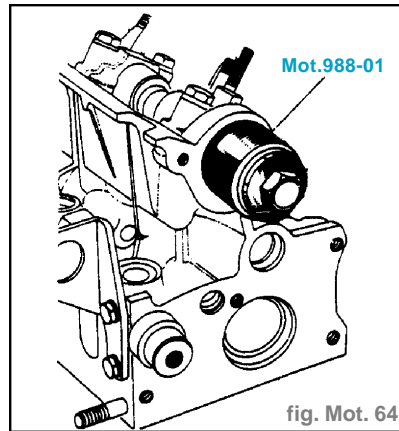

fig. Mot. 64
- Les outils de mise en place des joints sont étudiés pour obtenir un décalage du joint suite à l'usure de la portée (fig. Mot.64).
- Joint côté distribution (fig. Mot. 64).